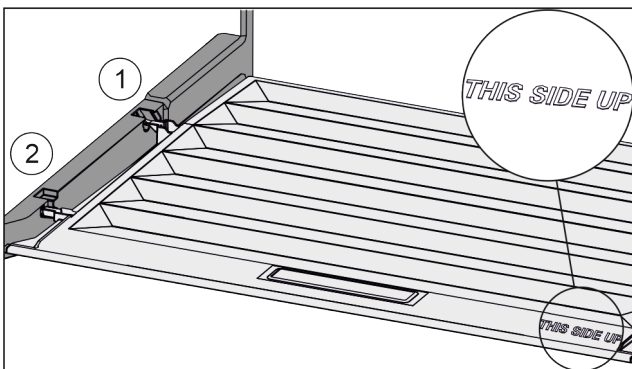

Fig. 129
- ▶ Пъхнете шийките на капака през отвора в задния държач *Fig. 129 (1)* и фиксирайте отпред в държача *Fig. 129 (2)*.